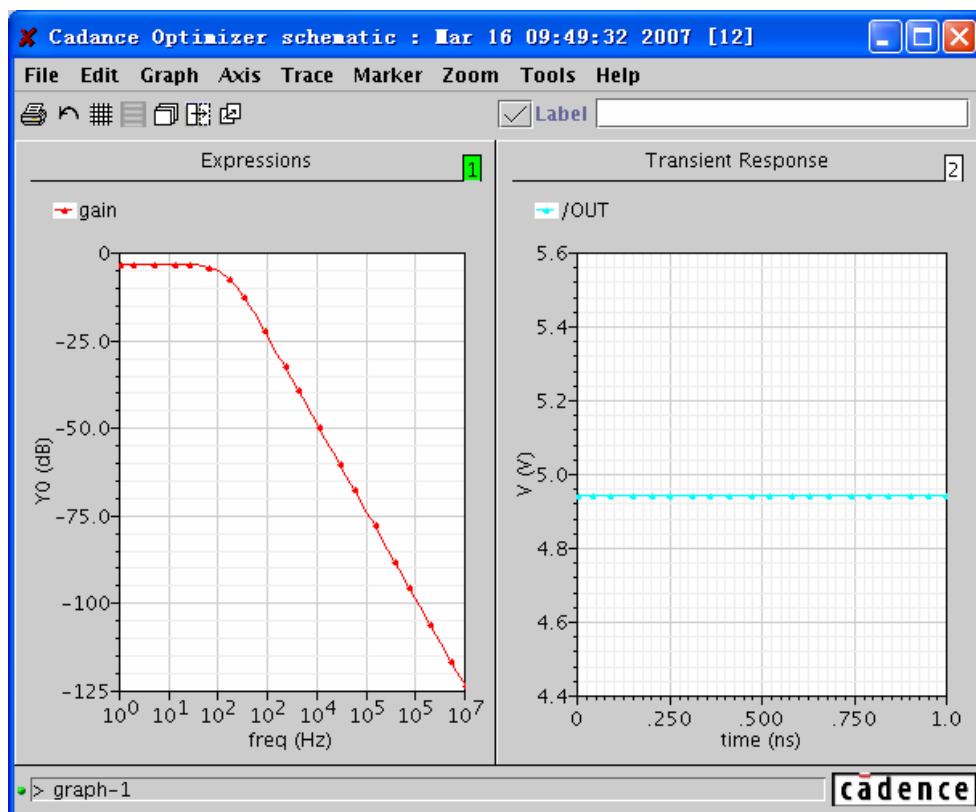

图 12.3 选择 “Graph” → “Layout Horizontal” 得到横向排列子窗口
- 选择“Graph”→“Layout Horizontal”，得到如图 12.3 所示的窗口。采用该方式时，子窗口将成横向排列。